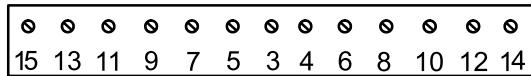

图24
6. 按照图24 中的顺序，依次上紧螺丝扭矩至 25.4N·m。